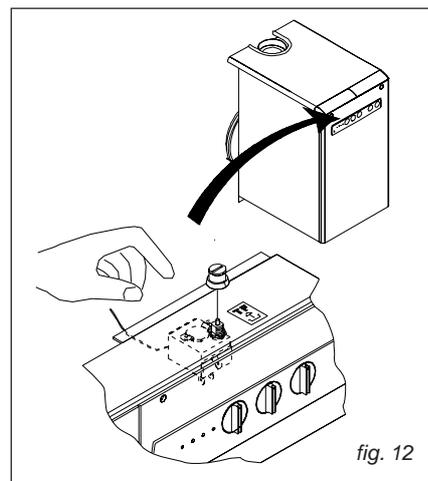

fig. 12
In caso di intervento del dispositivo, è necessario attendere almeno 10 minuti prima di premere il pulsante (TF) posto sul pannello comandi della caldaia (fig. 12).